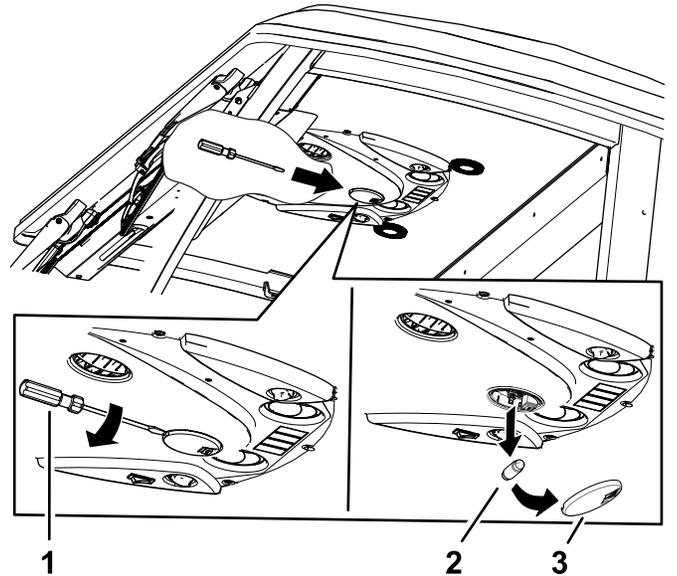

图 89
1. 用螺丝刀从控制面板上卸下灯镜片图 89。
2. 从灯座中取出灯泡图 89。